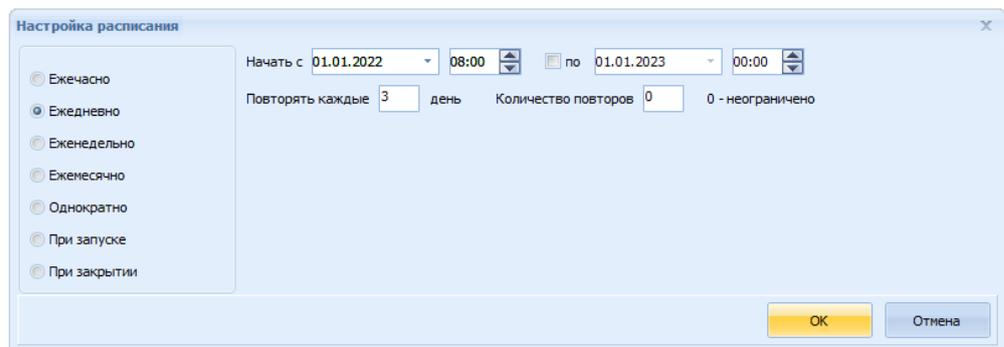

Рисунок 9.12 – Окно Настройка расписания «Ежедневно»
– Ежедневно (рисунок 9.12). Будет выполняться начиная с указанной даты и в указанное время через указанное количество дней. Например, можно задать что сценарий будет запускаться через каждые 3 дня начиная с 8:00 01.01.2020 г. В таком случае он запустится в 8:00 01.01.2020, 8:00 04.01.2020 8:00 07.01.2020 и т. д. Можно указать сколько раз будет выполняться сценарий или указать конечную дату, после которой такая логика больше не выполнится.